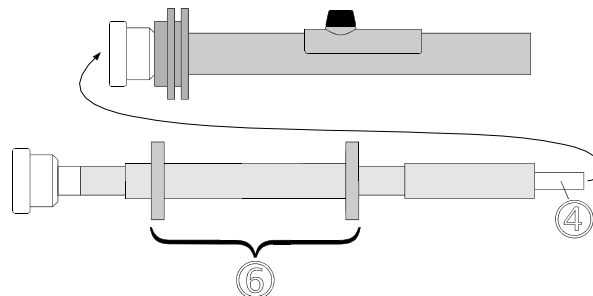

Abb. 4.3.a
Verlängerungsstangen werden **untereinander** ohne Aufnahmerohre durch Ineinanderschrauben verbunden (② und ③ in Abb. 4.3.b). Lediglich die mit dem Handgriff ① verbundene Verlängerungsstange ② muss mit einem Aufnahmerohr ④ ausgestattet sein. Die Aufnahmerohre sind in die Verlängerungsstangen nur eingeschraubt und können leicht ausgewechselt werden.